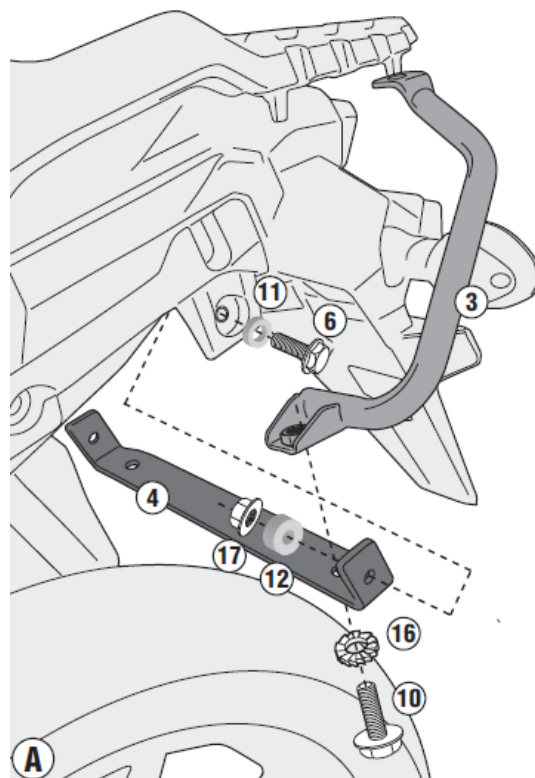

図 1
1. 純正フレームリアカバー固定段付きボルト（後下側左右各 1）を取り外し、⑥フランジ付き六角ボルト（2 ヶ）と⑫スペーサー（2 ヶ）、⑫スペーサー（2 ヶ）、⑪フランジ付きナイロンロックナット（2 ヶ）を使用して、④サポートを車体に仮組みします。（図 1 参照）
2. 車体部品を傷つけないよう注意しながら、⑩フランジ付き六角ボルト（2 ヶ）と⑬重ね形歯付きワッシャ（2 ヶ）を使用して、手順 1 で組付けた④サポートに③サポート（左右）を仮組みします。（図 1 参照）
※. 図 1 は③サポート左側の組み付け図です。形状や組み付け向きに注意して、③サポート右側も同様に作業してください。